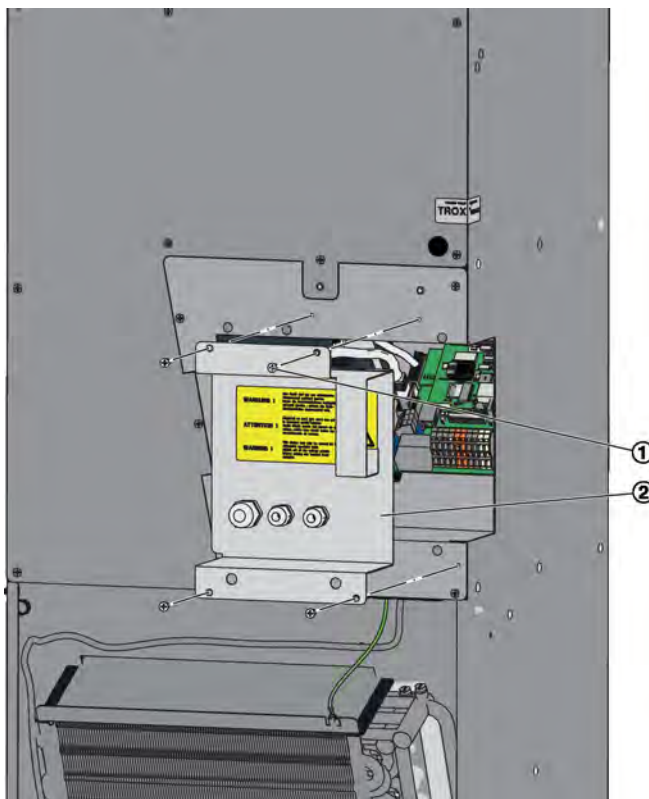

Abb. 10: Elektroanschlüsse
1. ▶ Revisionsdeckel Regelung (Abb. 10 /2) der Elektroanschlüsse demontieren, dazu die Kreuzschlitzschrauben (Abb. 10 /1) lösen und den Deckel abnehmen.